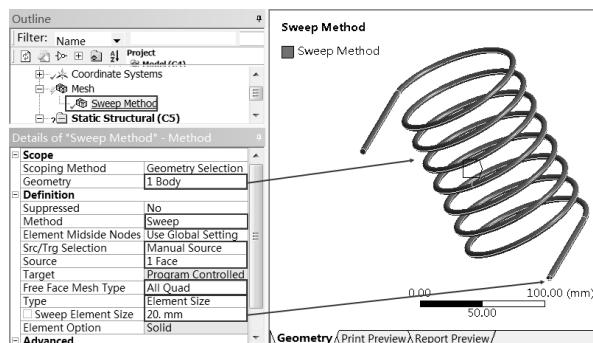

图 19-112 网格扫描剖分设置
Step2：如图 19-112 所示，选中里面的螺旋管，选择 Details of “Sweep Method” 中的 Method Sweep 选项，在 Free Face Mesh Type 中选择 All Quad 选项，在 Type 中选择 Element Size 选项，在 Sweep Element Size 中输入 20mm。